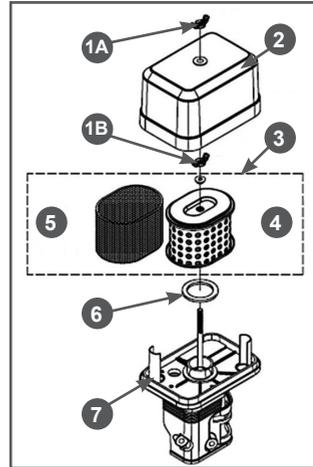

Рис. 25 Обслуживание воздушного фильтра (двойной фильтрующий элемент)
- Открутите барашковую гайку 1А и снимите крышку 2 воздушного фильтра (Рис. 25).
- Открутите барашковую гайку 1В и извлеките из корпуса воздушный фильтр 3 в сборе (Рис. 25).
- Проверьте целостность и чистоту фильтрующих элементов. Поролоновый (предварительный) фильтрующий элемент 5 установлен на корпусе бумажного фильтрующего элемента 4 (Рис. 25).
- При незначительном загрязнении промойте поролоновый фильтрующий элемент 5 (Рис. 25) теплым мыльным раствором и просушите. Поврежденный или сильно загрязненный поролоновый фильтрующий элемент замените.
6. Произведите очистку крышки 2 и корпуса 7 воздушного фильтра (Рис. 25), не допуская попадания пыли и грязи в воздуховод, ведущий к карбюратору.
8. Перед установкой воздушного фильтра 3 убедитесь, что уплотнительное кольцо 6 воздушного фильтра находится на месте и не имеет повреждений (Рис. 25).